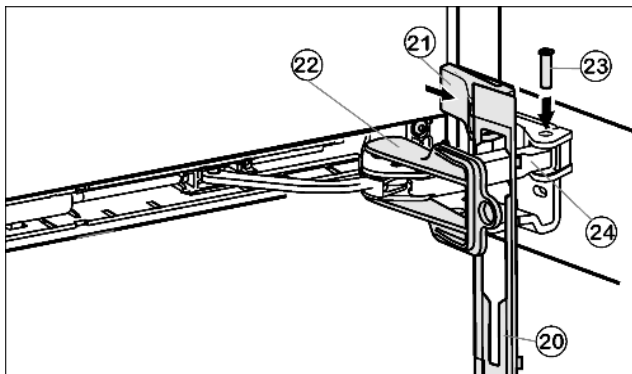

Fig. 16
- ▶ Навесьте накладку Fig. 16 (20) на амортизационную скобу таким образом, чтобы передние защелки показывали вперед, а передняя сторона была направлена к устройству.
- ▶ Притяните амортизационную скобу Fig. 16 (24) к опорной детали и сверху вставьте палец Fig. 16 (23) таким образом, чтобы квадратная головка сидела в углублении.
- ▶ Установите и защелкните крышку Fig. 16 (21).
- ▶ Поворотом снимите фиксатор Fig. 16 (22).
- ▶ Защелкните накладку Fig. 16 (20) на дверце.